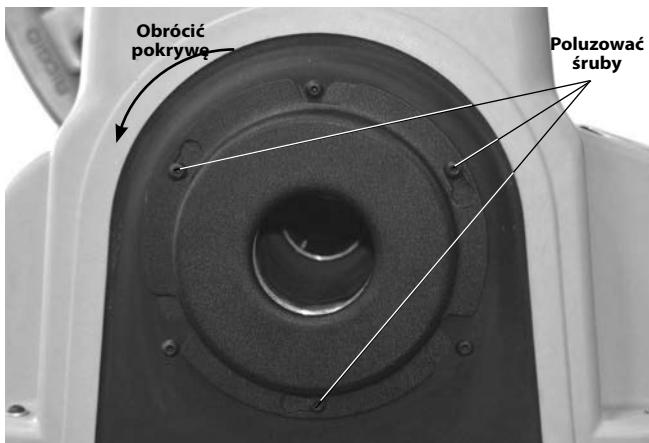

Rysunek 24 – Przełącznik wyboru obiegu oleju W LEWO lub W PRAWO
2. **W maszynach mod. 535 z uchwytem automatycznym:** zamontować zespół automatycznego zaworu zmiany kierunku przepływu mod. 535 (nr kat. 12138) zgodnie z dołączonymi do zestawu instrukcjami, aby umożliwić przepływ oleju do gwintowania na biegu wstecznym REV. W skład zestawu wchodzi selektor przepływu oleju (do gwintowania lewozwojnego i prawozwojnego). Zob. Rysunek 24.